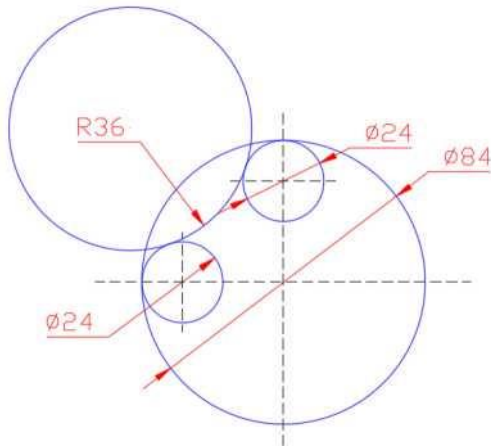
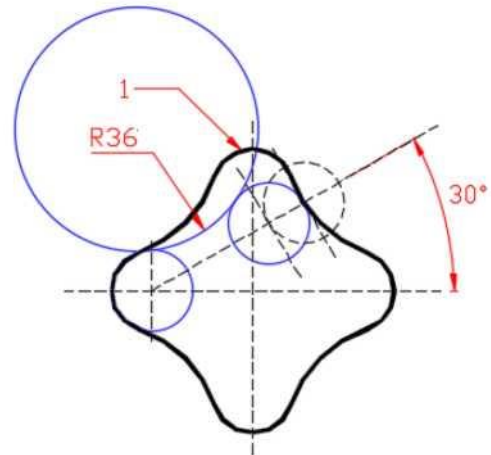

Рис. 2.
Рис. 3.
14. Самостоятельно выполните построения согласно чертежам на рис.2, рис.3, рис.4 и рис.5.
- 14.1. Вспомогательные построения, показанные на рис.2 и рис.3 используются для построения сопряжения двух окружностей дугой заданного радиуса. Используйте вспомогательные построения на рис.2 для построения фигуры 1 (см. рис.3,4), а на рис.3 для построения фигуры 2 (см. рис.4).
Далее следует напечатать первую строку согласно рис.3.